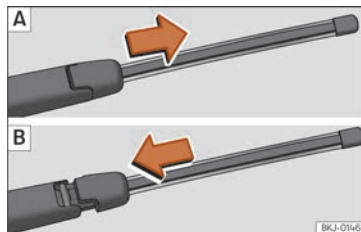

Fig. 84 Retirer et mettre en place le balai d'essuie-glace arrière.
- Faites glisser l'adaptateur du balai dans le sens de la flèche et retirez le balai »» fig. 84 A.
- » » **fig. 84 B** puis faites glisser l'adaptateur jusqu'à ce qu'il s'emboîte.